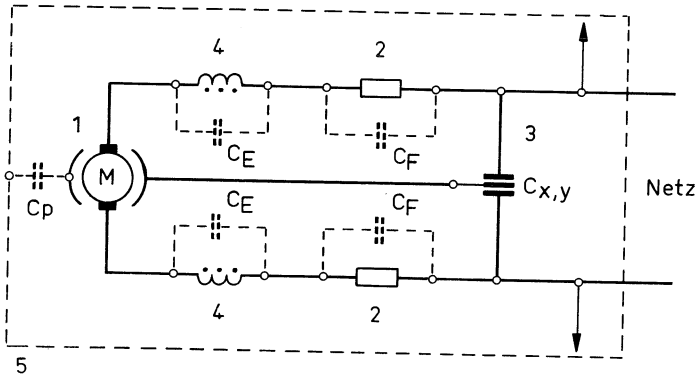

Bild 1
In Bild 1 ist ein vereinfachtes Ersatzschaltbild eines funkentstörten Motors dargestellt. Die parasitäre Kapazität C_p besteht in der Praxis aus vielen Teilkapazitäten, die sich zwischen den UKW-Drosseln, ihren Verbindungsleitungen, den Bürsten, dem Läufer und der Wicklung des Läufers gegen das HF-Bezugspotential (z. B. Blechpaket der Feldwicklung) ausbilden. Die parasitäre Kapazität beträgt etwa 10 bis 60 pf. Sie ist damit wesentlich kleiner als die Eigenkapazität C_f der Feldwicklung und bestimmend für die Resonanzfrequenz.
- 2 – Entstört nach Bild 1 nur mit XY-Kondensatoren
- 3 – Entstört nach Bild 1 mit normalen UKW-Drosseln
- 4 – Entstört nach Bild 1 mit bedämpften UKW-Drosseln